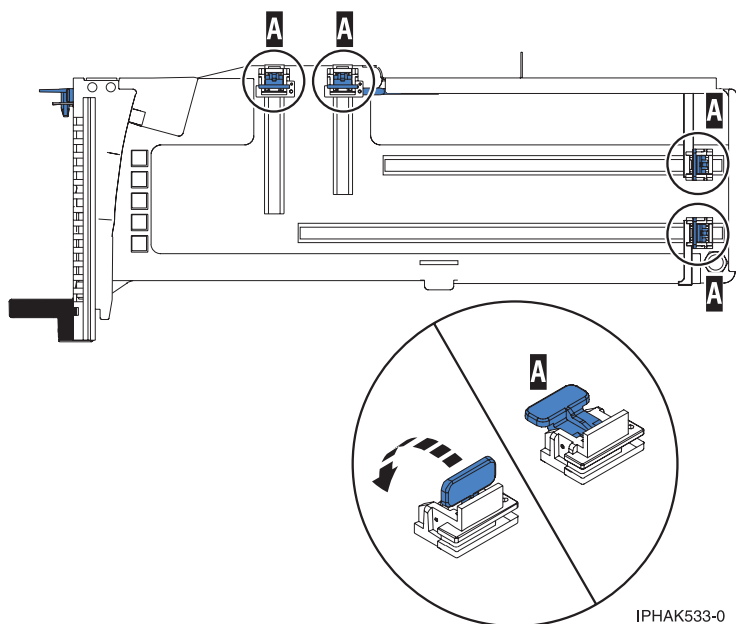

Figura 55. Peces de retenció de l'adaptador
- b. Assegureu-vos que totes les peces de retenció de l'adaptador (A) s'han tret de les vores del casset per tal de permetre la col·locació de l'adaptador. Consulteu Figura 55 a la pàgina 66.